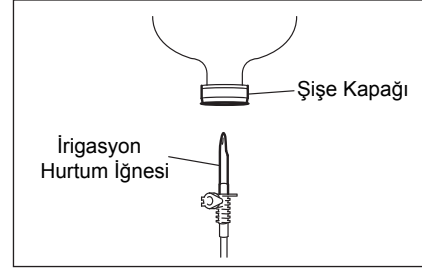

Fig.11
(1) Soğutucu solüsyonu direğine takın ve irigasyon tüpü iğnesini şişe kapağına sokun. (Fig. 11)